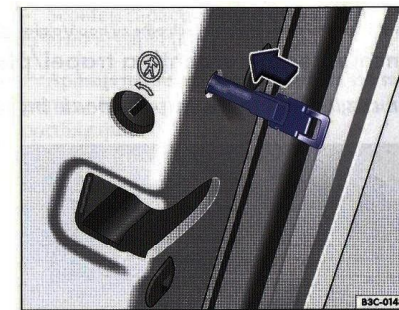

Fig. 38 Încuierea de urgență a autovehiculului cu cheia.
- Introduceți cheia de urgență în fanta verticală și rotiți cheia în direcția opusă autovehiculului ⇒ fig. 38.